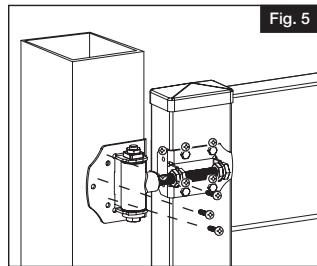

Fig. 5
Mettre la barrière au même niveau que le poteau, puis marquer l'emplacement des avant-trous sur le poteau de barrière. Les trous des vis en fente à l'intérieur de l'attachement du poteau permettent un réglage vertical. Il est recommandé de percer des avant-trous et de fixer les vis à l'intérieur avant de fixer les vis à l'avant. Installer (6) vis autotaraudeuses no 2 à tête carrée/Phillips par charnière, soit 3 sur le devant et 3 sur le côté (Fig. 5 et 6).
Colocar el portón a nivel con el poste y marcar los agujeros guía en el poste de portón. Los agujeros ranurados para los tornillos en la parte interior de la fijación de poste permiten el ajuste vertical. Se recomienda perforar e instalar los tornillos interiores antes de instalar los tornillos delanteros. Instalar las dos bisagras en el portón con ayuda de (6) tornillos cuadrados/Phillips #2 por bisagra (tres en la parte delantera de la bisagra y tres en la parte lateral) (Figs. 5 y 6).